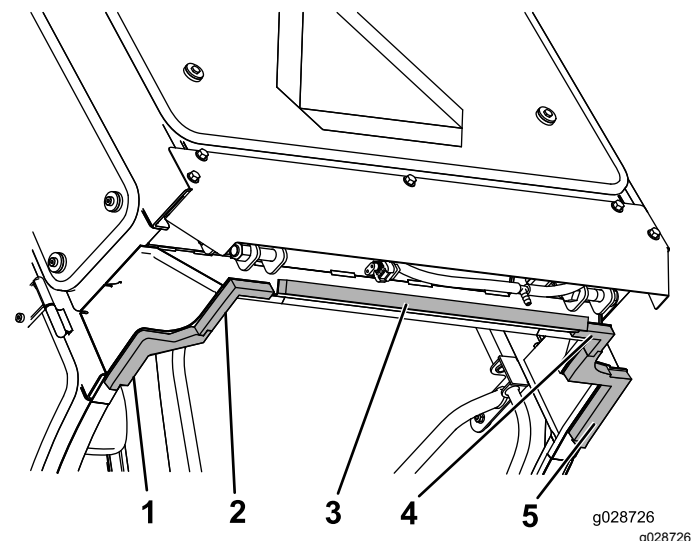

図 61
1. 図 61 に示すように、キャブの後部に後部用ウレタンを、タブに合わせて貼り付ける。
2. 左後用と、右後用のウレタンシールを、キャブフレームの後部下側エッジ部の内側コーナーに取り付ける 図 61。
3. 左中と右中のウレタンシールの一番内側のエッジを、左後と右後のウレタンシールに合わせてタブをインタロックする 図 61。